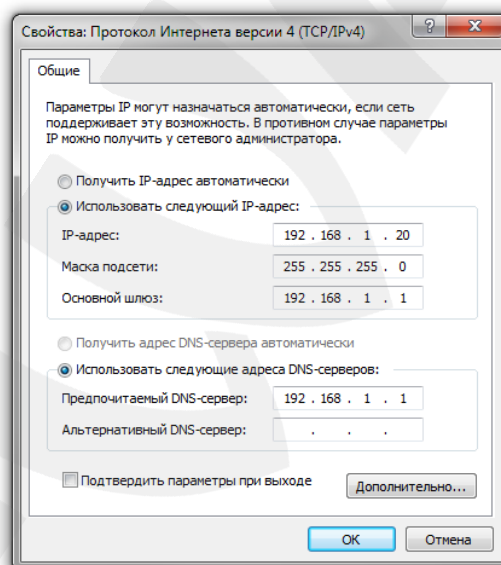

Рис. 6.7
2. **Использовать следующий IP-адрес:** IP-адрес задается пользователем вручную (Рис. 6.7):